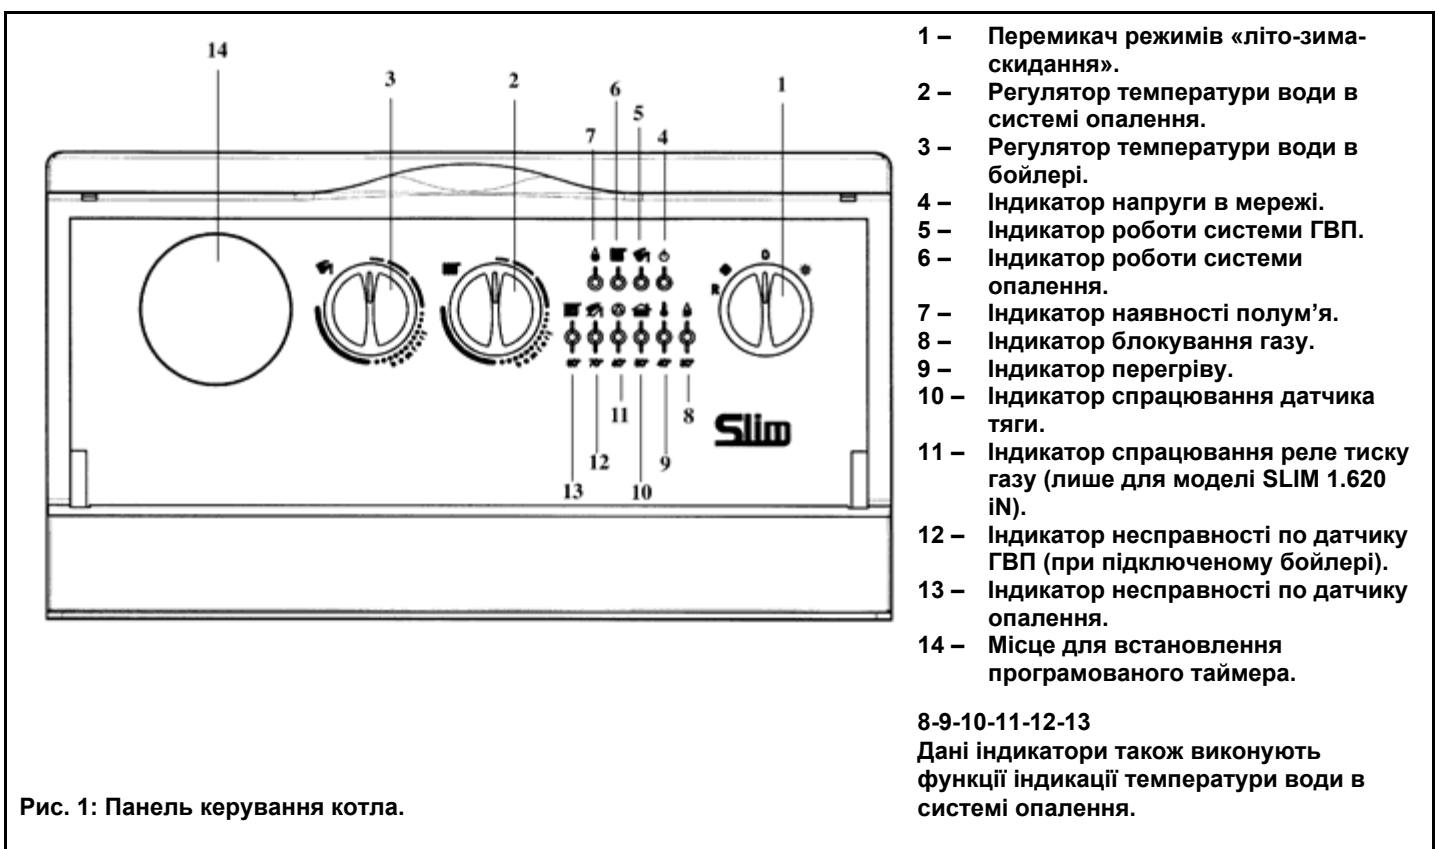

Рис. 1: Панель керування котла.
- встановити перемикач режимів «літо-зима» (Рис. 1, позиція 1) в режим «зима» ❄️;
- встановити регулятор температури води в системі опалення (Рис. 1, позиція 2) в необхідне значення.
**Важлива інформація:** при положенні перемикача режимів «літо-зима» (Рис. 1, позиція 1) на мітці «зима» «❄», перед кожним черговим включенням котла за сигналом регулятора системи опалення встановлена затримка на декілька хвилин (для того, щоб запобігти частим включенням/виключенням). Для того, щоб пальник включилась відразу, переведіть перемикач у положення (0), а потім знову встановіть режим «зима».
**Увага!** При першому включенні всередині труби подачі газу можуть утворитись повітряні пробки. В таких випадках пальник не буде включатись та відбудеться блокування котла по газу (засвічується червона лампочка блокування котла – Рис. 1, позиція 8). При виникненні даної проблеми повторіть процес включення котла до поступлення газу в пальник, короткочасно встановивши перед включенням перемикач режимів (Рис. 1, позиція 1) у положення R (скидання).
Регулятор температури води в бойлері (Рис. 1, поз. 3) може використовуватись лише за наявності накопичувального бойлера. В такому випадку можливо відрегулювати температуру води контуру ГВП, встановивши регулятор на необхідне значення.
Пріоритет ГВП можливо відключити, встановивши регулятор (Рис. 1, поз. 3) на мінімальне значення, відповідно до функції захисту від замерзання води в бойлері.
Даний пристрій може комплектуватись кімнатним термостатом для контролю температури опалюваного приміщення. В такому випадку регулятор температури води в системі опалення (Рис. 1, поз. 2) встановлюється в максимальне положення, а сигнали на включення та виключення котла поступають від кімнатного термостату.
За відсутності кімнатного термостату температура приміщення регулюється посередньо, за допомогою регулятора температури води в системі опалення (Рис. 1, поз. 2); за таких умов насос системи опалення працює постійно. Для підвищення температури необхідно повернути регулятор за годинниковою стрілкою, для зменшення температури – проти часової стрілки.
- Встановити перемикач режимів (Рис. 1, поз. 1) у положення (0), прослідкувавши, щоб лампочка-індикатор (Рис. 1, поз. 4) згасла; таким чином, припиняється подача електроенергії на котел.
- перемикач режимів (Рис. 1, позиція 1) не встановлений у положення (0);